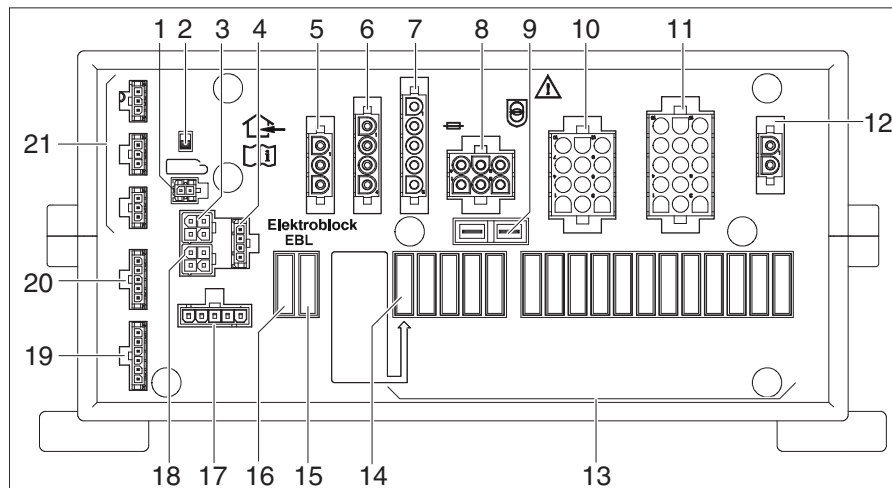

Fig. 243 Bloc électrique (EBL 402/403)
**Emplacement** Le bloc électrique EBL 402/403 (Fig. 243) se trouve dans le porte-bagages à droite.
- ▷ L'interrupteur-séparateur (Fig. 243,2) de batterie coupe du réseau 12 V tous les consommateurs raccordés au bloc électrique.
- Mettre hors service et en service trois fois successives l'interrupteur-séparateur de batterie (Fig. 243,2).